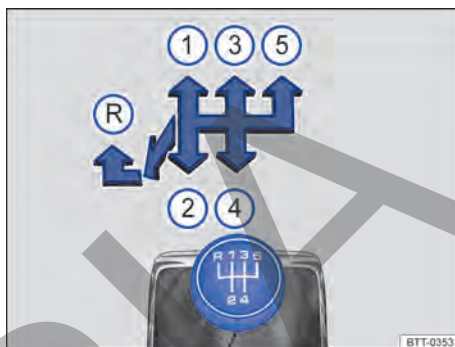

Fig. 89 Esquema de la transmisión manual de 5 marchas.
Las posiciones de cada una de las marcha están representadas en la palanca de cambios → fig. 89.
- Empujar la palanca de cambios totalmente hacia la izquierda y después hacia adelante hasta la posición de la marcha atrás → fig. 89 .